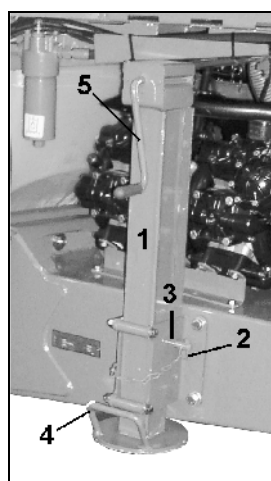

Fig. 41
- Støttefoten er løftet under bruk eller transport (Fig. 41).
1. Løsne splinten (Fig. 41/2).
2. Trekk ut bolten (Fig. 41/3).
3. Løfte/senke støttefoten ved hjelp av håndtaket (Fig. 41/4).
5. Støttefoten løftes/senkes mer med håndveiven (Fig. 41/5).